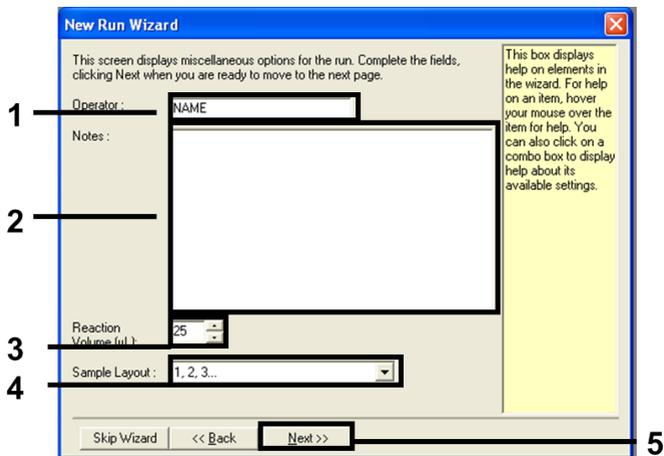

Figura 2. Inserindo o nome do operador e volumes de reação.
- Insira o nome do operador no campo Operator (Operador). Adicione quaisquer notas e defina o valor no campo Reaction Volume (Volume de reação) para 25. Certifique-se de que os valores no campo Sample Layout (Disposição das amostras) sejam 1, 2, 3.... Clique em Next (Avançar) (Figura 2).